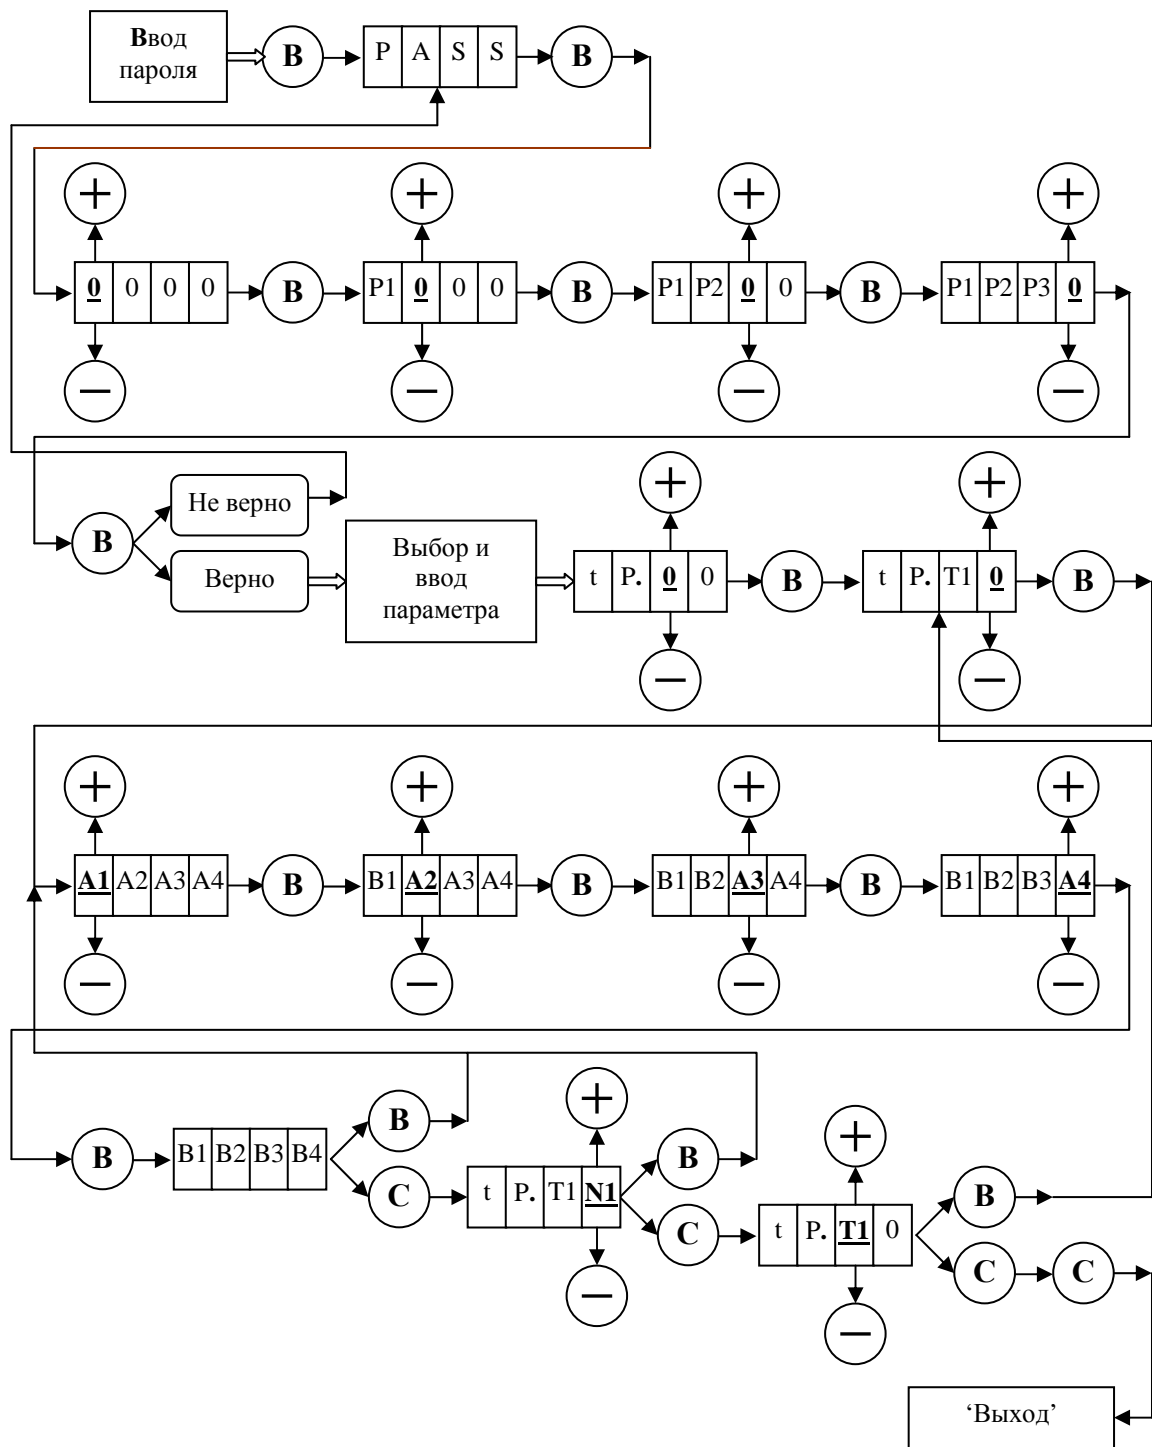

Рис. 3. Ввод параметров БУАД и УСНА с помощью клавиатуры.
3.5.5.10. **Un\_P** – пункт меню 1 уровня – редактирование параметров *Устройства*. Этот пункт меню подробно рассмотрен при описании режима ‘*Редактирование параметров УСНА*’. Диаграмма ввода параметров *Устройства* аналогична диаграмме ввода параметров БУАД и изображена на **рис.3**.
3.5.7.3. На **рис. 3** изображена диаграмма ввода параметров с помощью клавиатуры, где кружки с соответствующими надписями обозначают кнопки клавиатуры, причем буква **В** обозначает **ВВОД**, а буква **С** – **СБРОС**.